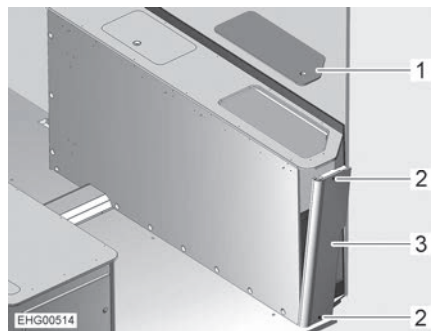

Bild 136 Bettkasten rechts
- Service-Deckel (Bild 136,1) abnehmen.
- 2 Schrauben (Bild 136,2) herausdrehen.
- Von oben in den Bettkasten greifen und Seitenwand (Bild 136,3) leicht nach außen drücken.